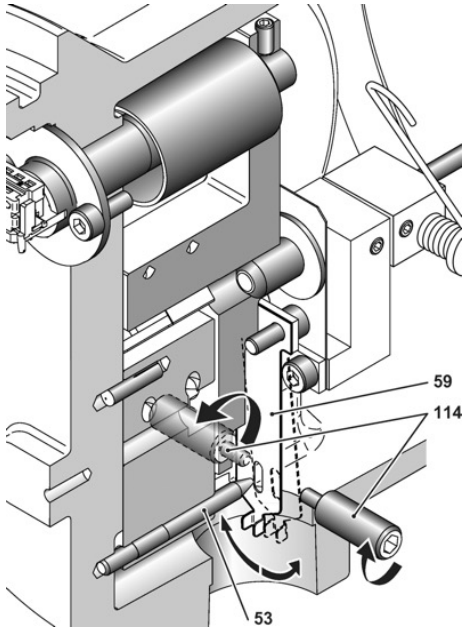

Рис. 19.
- a. Снять заглушку (107) с правой стороны корпуса, чтобы осмотреть механизм имитации. Снять синюю предохранительную заглушку (190) и две заглушки 1/8" NPT (115). Использовать торцевой ключ 5 мм.
- b. Чтобы через это отверстие задать НИЗКУЮ и ВЫСОКУЮ контрольную отметку (REF L и REF H), необходимо пальцем переместить гибкую пластинку (59) в направлении торсионной трубки до соприкосновения с регулировочным винтовым штифтом (114). Сохраняя контакт, сдвинуть гибкую пластинку влево или вправо вдоль поверхности винтового штифта (рис. 19).